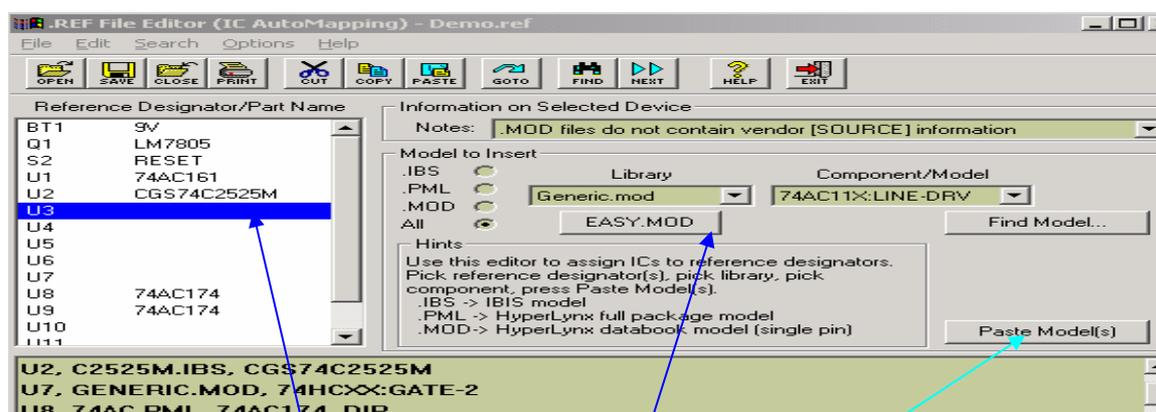

图 5.1 Edit 菜单里的 IC Automapping 对话框
- 1) 在图 5.1 窗口的 “Model to Insert” 区域单击 “EASY.MOD” 按钮，弹出模型库 EASY.MOD (图 5.2)。